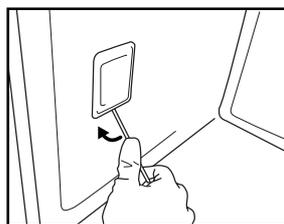

Fig.7
3. Hacer palanca hacia fuera con un destornillador hasta sacar la tapa (Fig. 7).